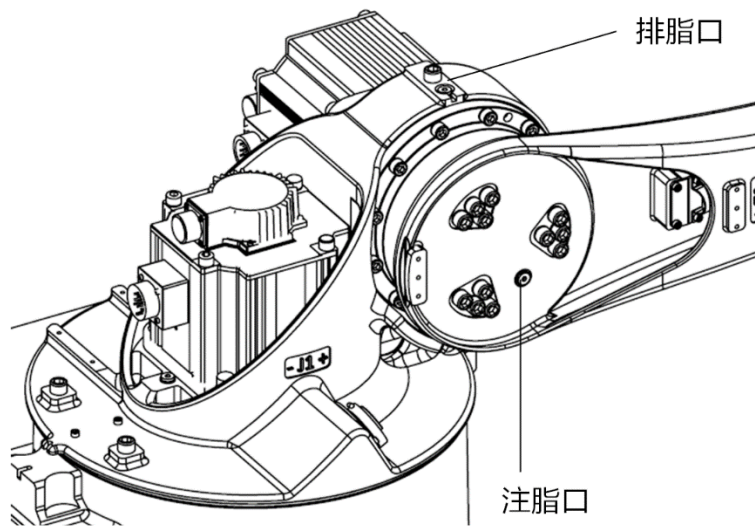

图 12-7 更换 J2 轴减速器润滑脂
- 步骤4. 卸下排脂口 M10x1 堵头，如图 12-7 所示。